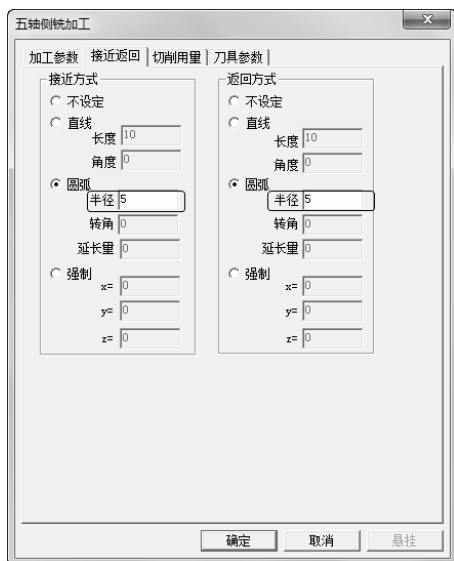

图 5-51 “接近返回”选项卡
2) 单击“接近返回”选项卡，在“接近方式”与“返回方式”中均选为“圆弧”，具体设置圆弧“半径”参数数值如图 5-51 所示。